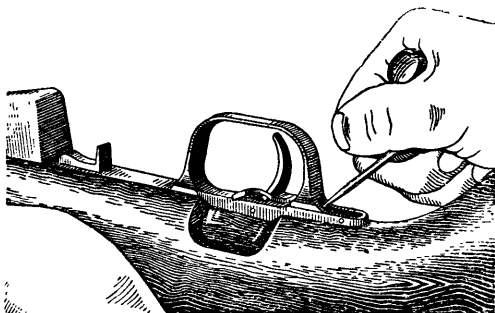

Рис. 14. Утапливание защелки спусковой скобы при отделении ударно-спускового механизма
3) **Отделить ударно-спусковой механизм** (рис. 14 и 15). Положить карабин магазином вверх прицельной планкой на левую руку. Проверить, поставлен ли предохранитель (если нет — поставить предохранитель). Концом выколотки утопить защелку спусковой скобы. Взяться правой рукой за спусковую скобу и отделить ударно-спусковой механизм.